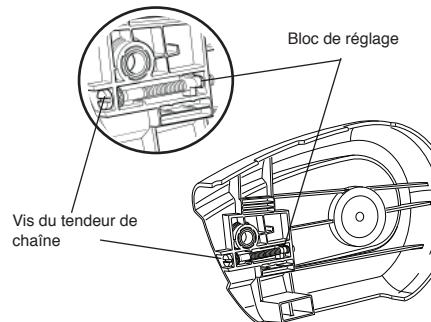

Figure 5 - Emplacement de la vis du tendeur de chaîne et du bloc de réglage
5. Faire tourner le dispositif de retenue du guide-chaîne de 90 degrés, comme illustré dans la Figure 5.
7. Avant de fixer le couvercle du pignon sur le corps de la tronçonneuse, faites tourner la vis de tensionnement de la chaîne dans le sens antihoraire, jusqu'au bout. Le bloc de réglage sera alors placé à l'extrémité de la vis de tensionnement de la chaîne (voir la Figure 5).